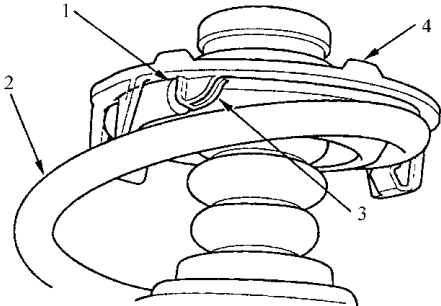

图 6-42 将弹簧安装在弹簧座上
3) 如图 6-42 所示，将弹簧上端与弹簧座限位块对齐，将弹簧安装在上部弹簧座上。